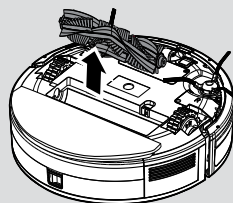

Fig. 18
3. Løft rullebørsten op ved at gribe fat i den ene ende af rullebørsten. **[Fig. 18]**